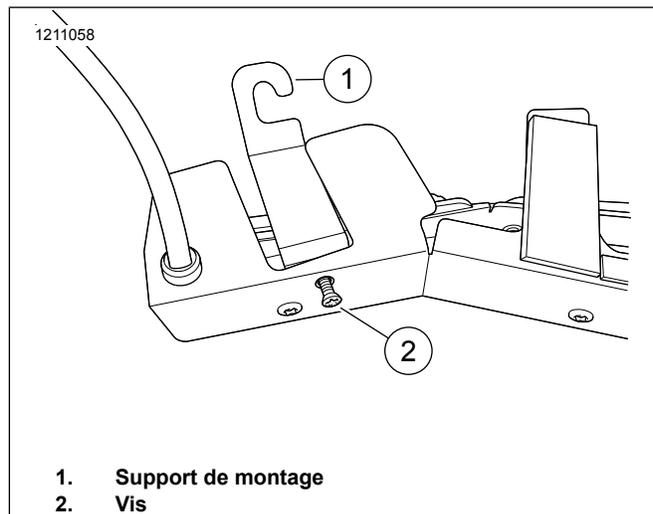

Figure 5. Support et vis
4. Voir la Figure 5. Placer le support de montage (1) dans l'ouverture avec l'angle du support vers le haut.